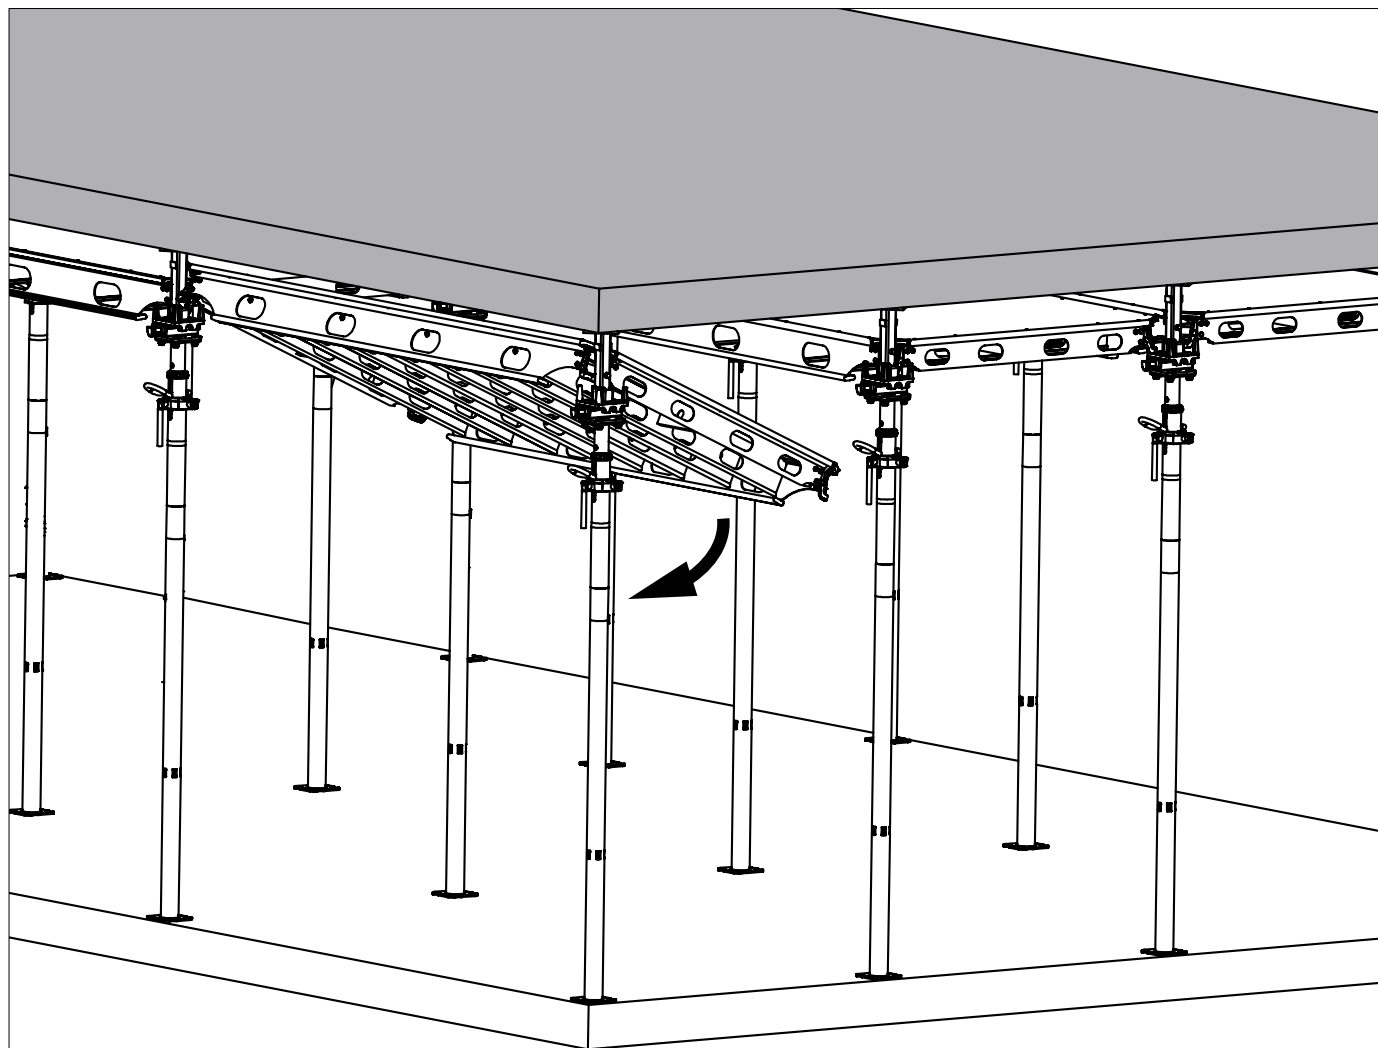

Fig. A11.05
1. In modo corrispondente, per rimuovere il pannello nel senso più corto, sollevarlo dal perno della piastra mobile. (Fig. A11.05)